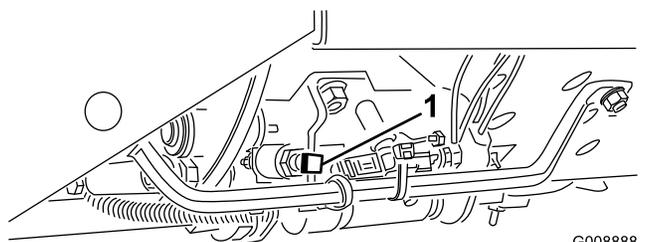

図 32
**重要** 刈り込み速度は、出荷時に 9.7 km/h に調整されています。ストップねじ図 32 の調整で速度を上げることができます。